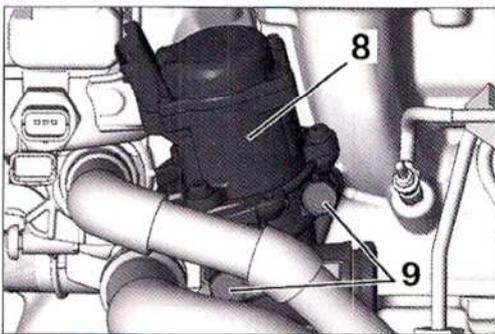

FIG. 46
- Desmontar los tornillos (9) y la válvula EGR (8) (Fig.46).